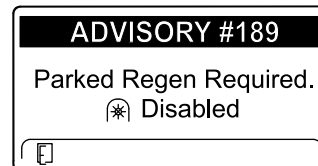

Figura 56
- Se non eseguite una rigenerazione parcheggiata entro 2 ore, l'InfoCenter visualizza il messaggio di richiesta della rigenerazione parcheggiata e di disabilitazione della presa di forza ADVISORY #189 (Figura 56).